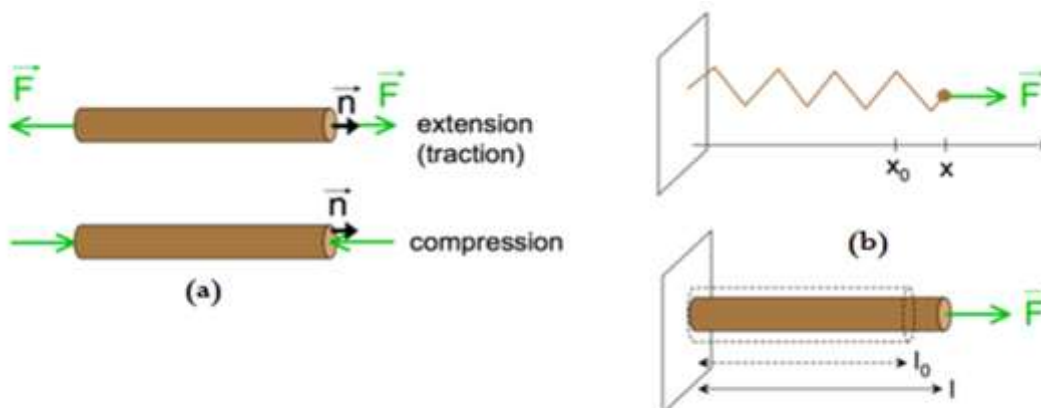

Figure 3.3 : Mise en évidence de l'étirement et raccourcissement d'un corps
- La déformation est plus ou moins grande dépendamment de la grandeur des forces et des matériaux qui sont en cause. On peut alors assister soit à un **étirement** soit à une **compression** du corps comme le montrent les figures 3.3 ci-dessous.
- L'allongement du ressort (fig. 3.3. (b.1)) par rapport à sa longueur d'équilibre est :